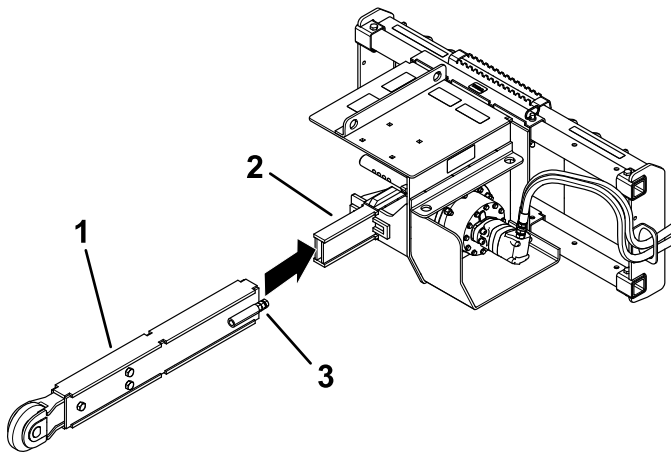

Figure 11
3. Desserrez les écrous de blocage et placez-les de sorte qu'ils se trouvent aussi près de la tête des boulons de tension que possible (Figure 11).
5. Déposez l'élinde et retournez-la pour que le dessous devienne le dessus (ou remplacez-la si vous l'avez déjà retournée une fois), puis reposez l'élinde (Figure 11).
5. Desserrez les écrous de blocage et placez-les de sorte qu'ils se trouvent aussi près de la tête des boulons de tension que possible (voir Figure 11).